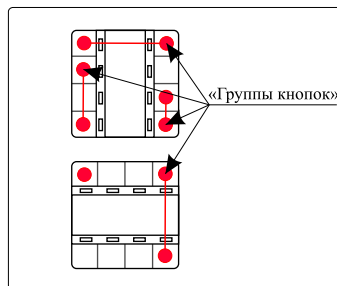

Рисунок 2. Способы расположения сценарных пультов
например, группа из 2 кнопок, расположенных вертикально или горизонтально, может управлять освещением: одна кнопка - «включить», вторая кнопка - «выключить» (см. рисунок 2 и п. 2.2);
- для управления роллетами в пошаговом режиме: кнопками верхнего ряда выполняется управление 4 роллетами второго этажа, кнопками нижнего ряда - управление 4 роллетами первого этажа (см. рисунок 2);